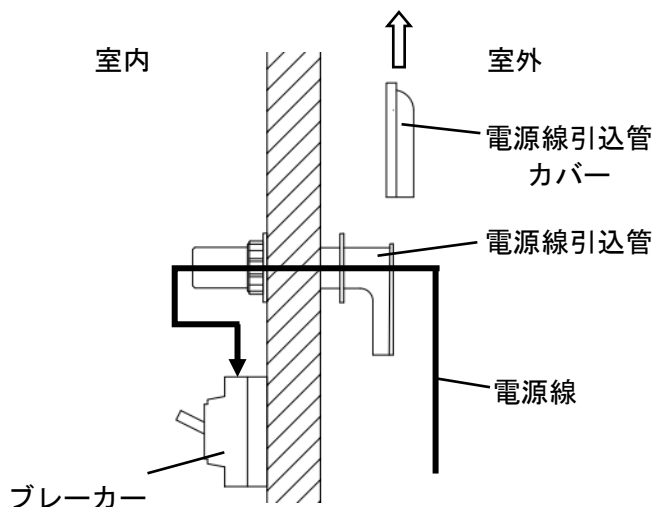

図3.入線方法
- (1)室外より電源線引込管カバーを上部へスライドさせ、カバーを取り外してください。(図3参照)